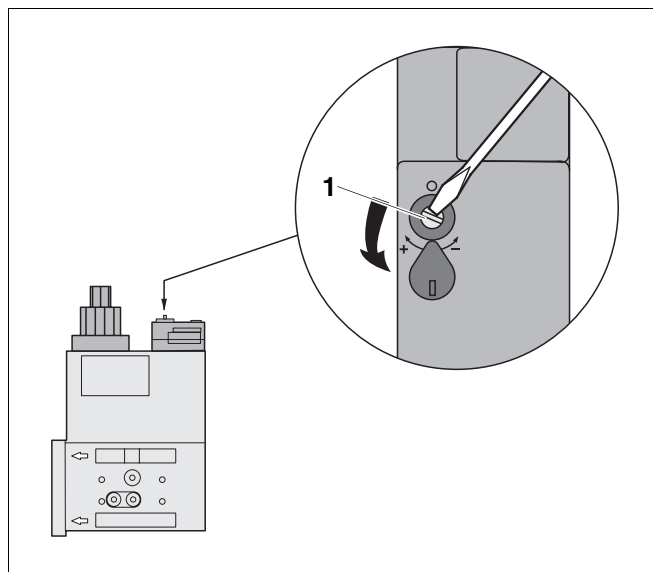

Рис. 31 Установка заданного значения
- Сдвинуть пластмассовую крышку в сторону и отверткой повернуть регулировочный винт (рис. 31, поз. 1) налево или направо.